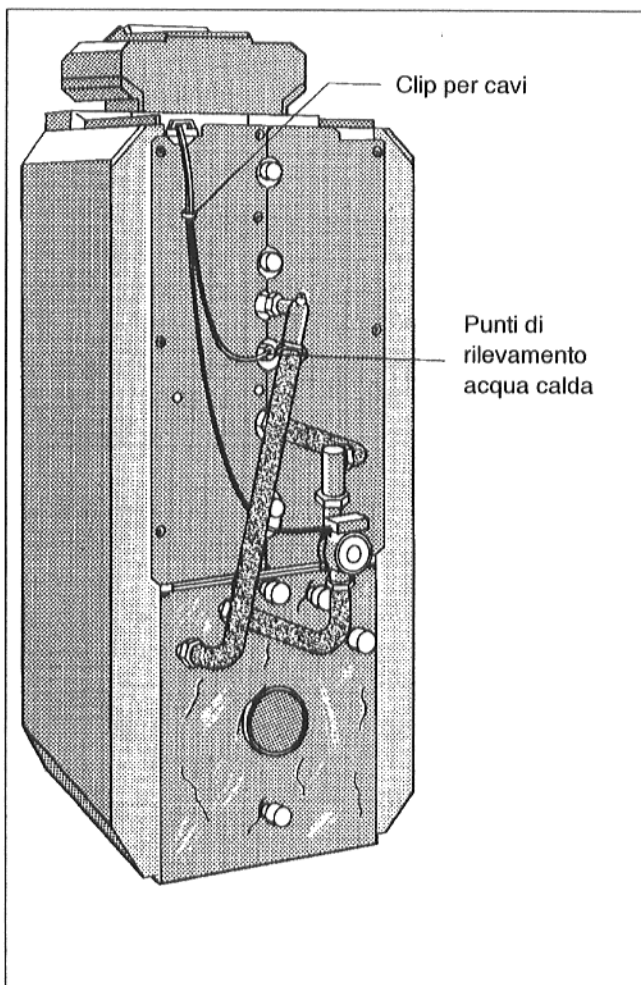

Fig. 25
La guaina di immersione della sonda della temperatura dell'acqua calda si trova nel corpo accumulatore sul retro (Fig. 25).
- Spingere le clip dei cavi nei fori della parete posteriore (Fig. 25).
- Introdurre il cavo della pompa di carico dell'accumulatore e la linea della sonda dell'acqua calda attraverso il ferma cavi fino all'apparecchio di regolazione e collegare come da schema elettrico (Fig. 25).
- Posare i cavi senza tensioni e premerli nelle clip (Fig. 25).